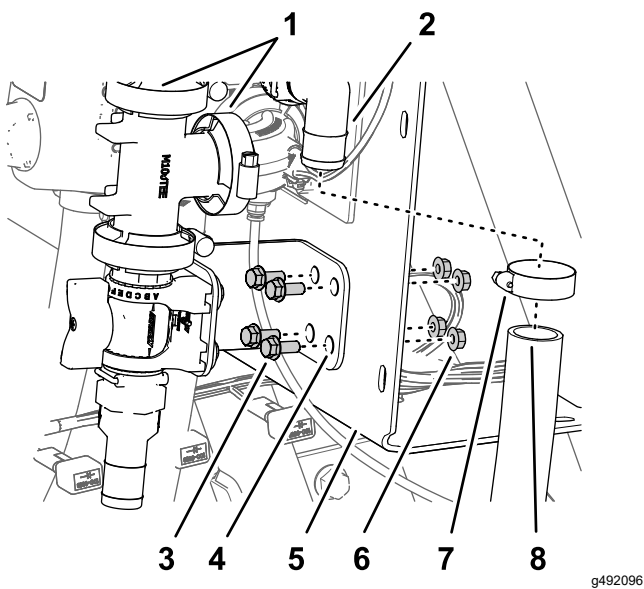

Figure 45
- Fixez la patte de fixation de la vanne de commande au support du collecteur (Figure 45) à l'aide de 4 boulons à embase ( $\frac{1}{4}$ "-20 x  $\frac{5}{8}$ ") et
- 3. Serrez à la main le collier à bride qui fixe la vanne de commande et le raccord en T (Figure 42), ainsi que le collier à bride qui fixe le raccord en T au raccord à 90° (Figure 45).